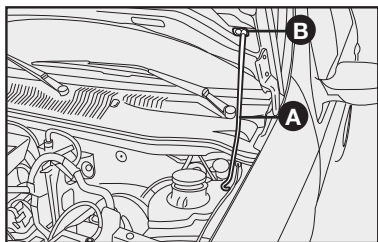

fig. 114
- 4) Introduzir a extremidade da vareta **A** na abertura **B** do capô do motor fig. 114.